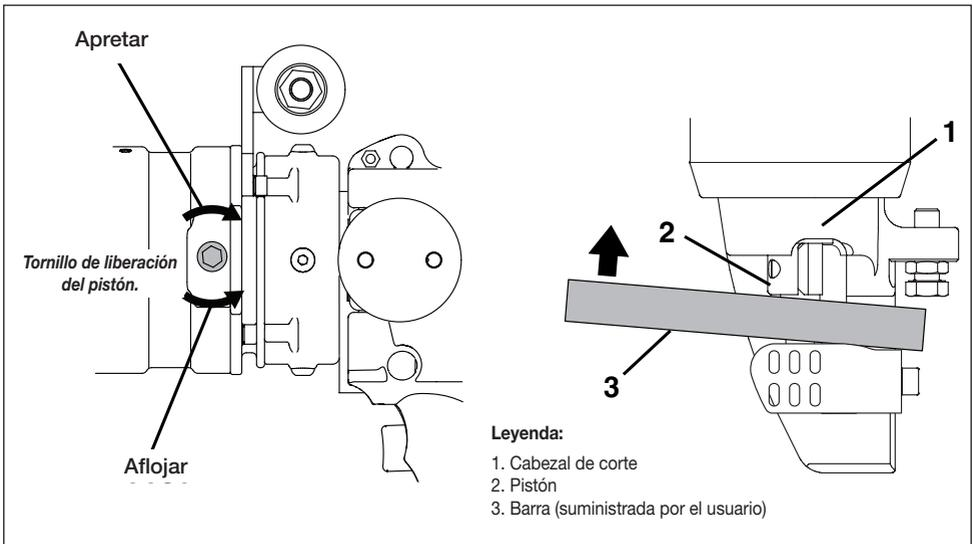

Figura 17, Procedimiento de retracción manual del pistón
Observe los siguientes procedimientos. Véase Figura 17:
4. Usando una barra de acero rígida , empuje manualmente el pistón en el interior del cortador hasta que haya regresado a la posición inicial. Véase la Figura 17, pieza 3. Esto debe desprender la suciedad u otro material que haya impedido que el pistón de regrese durante el funcionamiento normal.
8. Limpie la parte expuesta del pistón. Elimine cualquier resto de suciedad, virutas o residuos de esta área. Véase Figura 17, pieza 2.